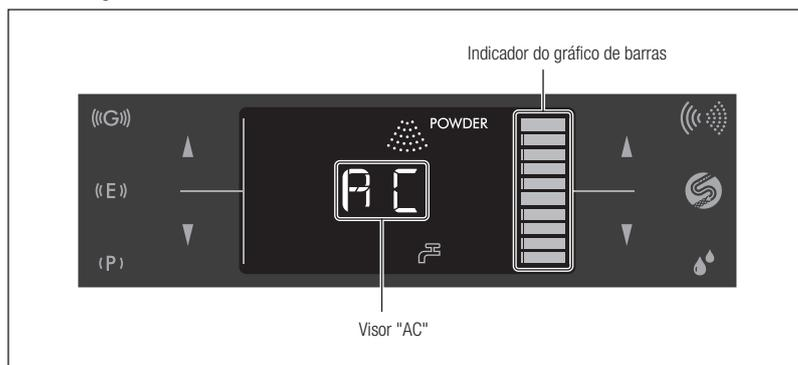

Fig. 38
- 6) A limpeza automática demora cerca de 45 segundos. "AC" é apresentado no painel LCD durante a limpeza automática e o tempo restante aproximado é apresentado pelo indicador do gráfico de barras (Fig. 38).